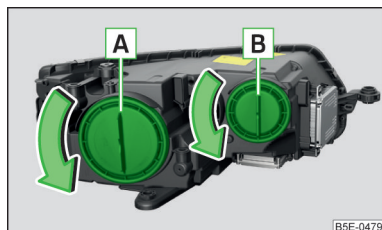

Fig. 219
Orden de bombillas » fig. 219
- » Girar la tapa de protección **A** » fig. 219 de la página 242 en el sentido de la flecha.
- » Colocar la tapa de protección **A** » fig. 219 de la página 242 y girarla contra el sentido de la flecha.
- » Girar la tapa de protección **B** » fig. 219 de la página 242 en el sentido de la flecha.
- » Colocar la tapa de protección **B** » fig. 219 de la página 242 y girarla contra el sentido de la flecha.
- Girar la tapa de protección **B** » fig. 219 de la página 242 en el sentido de la flecha.
- Colocar la tapa de protección **B** » fig. 219 de la página 242 y girarla contra el sentido de la flecha.